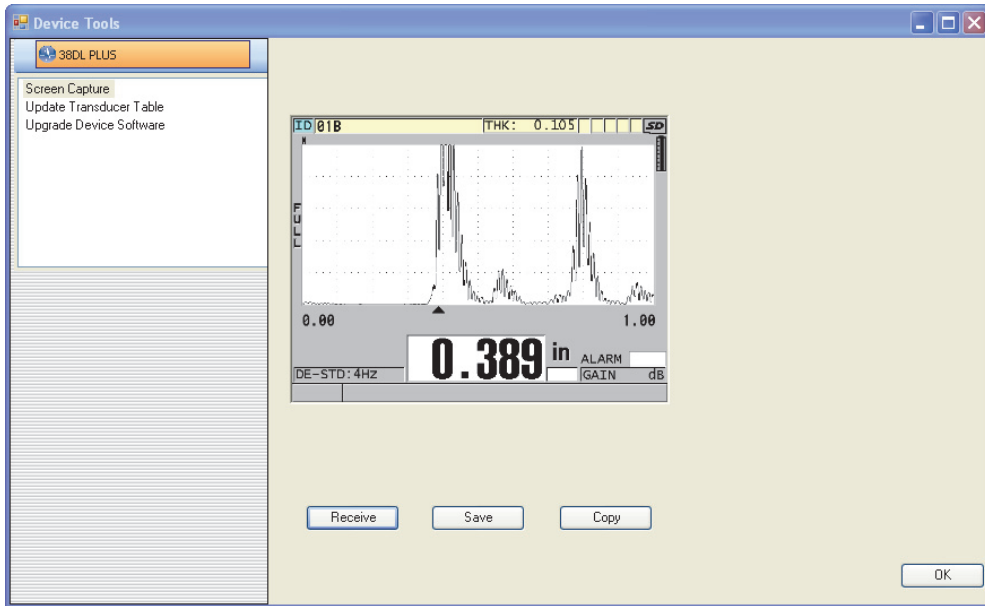

Abbildung 14-11 Dialogfeld Device Tools mit Bildschirmkopie
- b) Wählen Sie im Dialogfeld **Device Tools** (siehe Abbildung 14-11 auf Seite 294) das Element **Screen Capture** aus und klicken Sie dann auf **Receive**.